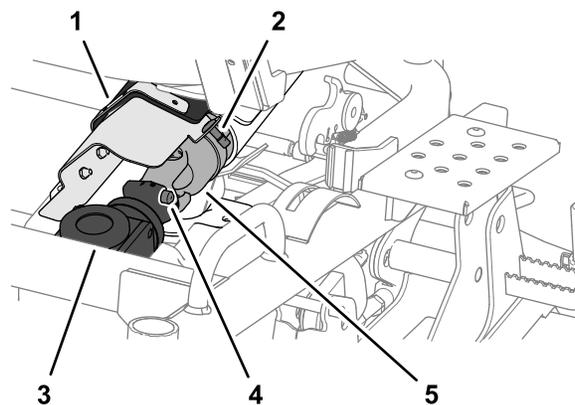

Figura 112
1. Rode o fixador de um quarto de volta e abra a cobertura da junta universal da cobertura da correia (Figura 112).
2. Desligue a extremidade frontal do veio da transmissão da caixa de velocidades da plataforma do cortador pressionando o pino de mola e, em seguida, empurrando a extremidade do veio da transmissão para trás (Figura 112).
1. Alinhe as estrias da junta universal do veio da transmissão com as estrias no acoplamento da caixa de velocidades; consulte Figura 112 em Desligar o veio da transmissão da caixa de velocidades da plataforma do cortador (página 79).
2. Pressione o pino de mola e, depois, empurre a extremidade do veio da transmissão para a frente; consulte Figura 112 em Desligar o veio da transmissão da caixa de velocidades da plataforma do cortador (página 79).
3. Solte o pino de mola e verifique se a junta universal do veio da transmissão está bloqueado na caixa de velocidades da plataforma do cortador; consulte Figura 112 em Desligar o veio da transmissão da caixa de velocidades da plataforma do cortador (página 79).
4. Feche a cobertura da junta universal e prenda-a na cobertura da correia com o fixador de quarto de volta; consulte Figura 112 em Desligar o veio da transmissão da caixa de velocidades da plataforma do cortador (página 79).